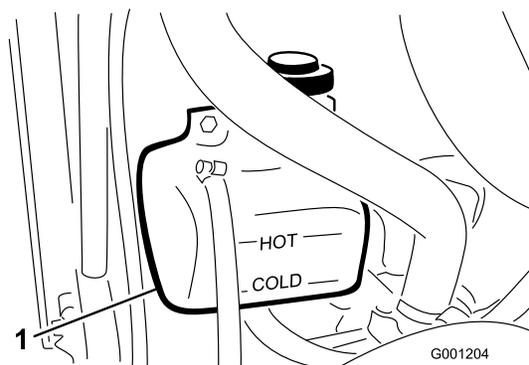

Figura 70
1. Controllate il livello di refrigerante nel serbatoio di espansione (Figura 70).